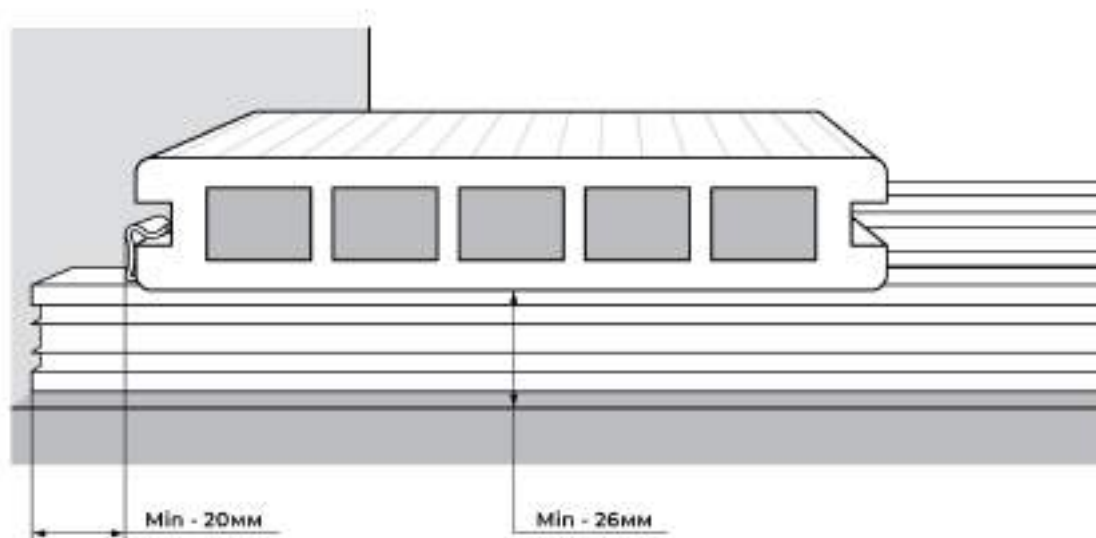

Рис.10
2. Вставляют в них первую доску, обеспечив зазор между террасным покрытием и неподвижным ограждением (например, стена) min 20мм (рис.10,11).